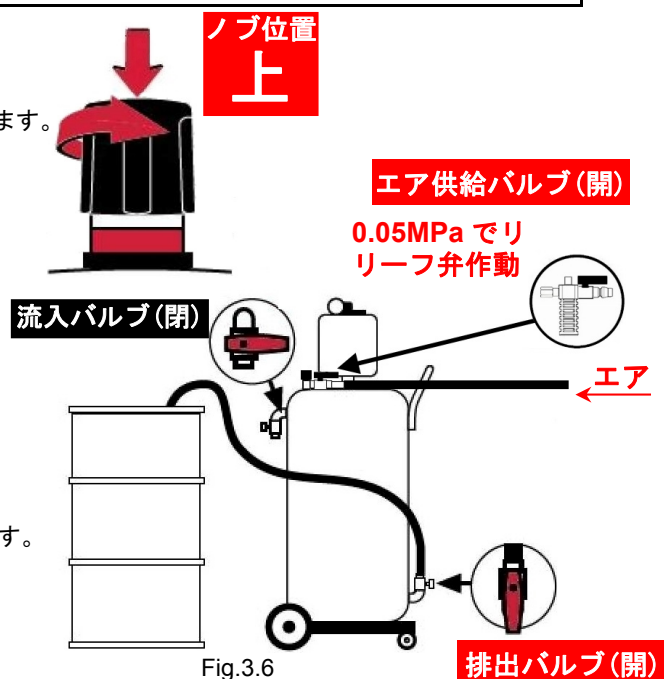

Fig.3.6
- 5) 排出バルブ、エア供給バルブを開き、エアレギュレーターのツマミを徐々に右へ回していくと、廃油の排出を開始します。このとき、必要以上にエアレギュレーターのツマミを回さないでください。(Fig.3.6)